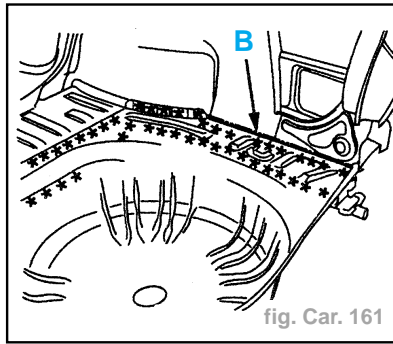

fig. Car. 161
- Découper à l'aide d'une scie alternative (suivant **B**) (fig. Car. 161).